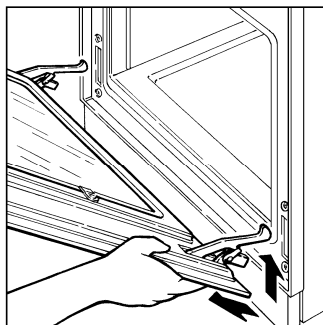

Рис.5
- слегка приподнять дверку и снять ее (Рис. 5)